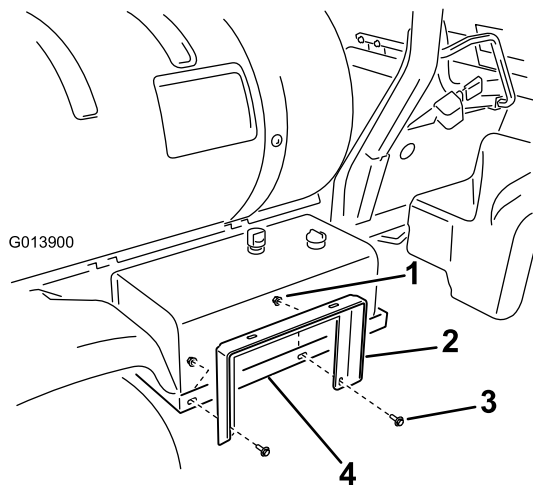

Figura 8
1. Installate il supporto dell'avvolgitubo sull'attacco del serbatoio idraulico (Figura 8) utilizzando 2 bulloni a testa flangiata (3/8 x 1 pollice) e 2 dadi flangiati (3/8 pollice). Non serrate a fondo i dadi, che regolerete più avanti.
3. Collegate il supporto dell'avvolgitubo alle fascette per avvolgitubo (Figura 8) utilizzando 2 bulloni a testa flangiata (3/8 x 1 pollice) e 2 dadi flangiati (3/8 pollice).